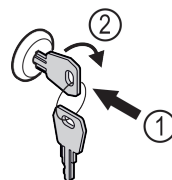

Fig. 240
- ▶ Schlüssel hineindrücken. Fig. 240 (1)
- ▶ Schlüssel um 90° im Uhrzeigersinn drehen. Fig. 240 (2)